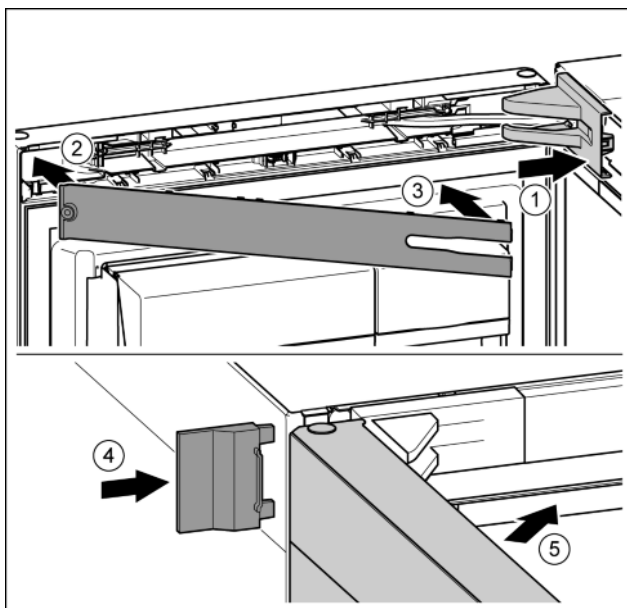

Fig. 22
- Nasadíte a zaklapnete kryt stojanu ložiska, příp. opatrně přitlačte od sebe. Fig. 22 (1)
► Nasadíte záslepku. Fig. 22 (2)
► Záslepku sklopte a zaklapnete. Fig. 22 (3)
► Vnější kryt nasuňte. Fig. 22 (4)
► Zavřete horní dveře. Fig. 22 (5)